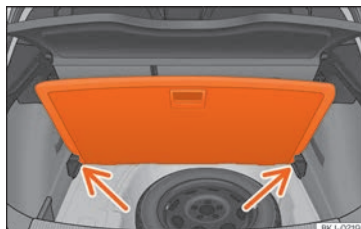

Fig. 114 Piso variável da bagageira: posição inclinada.
- Apoie o piso sobre os alojamentos previstos para o efeito » **Fig. 114** (setas).